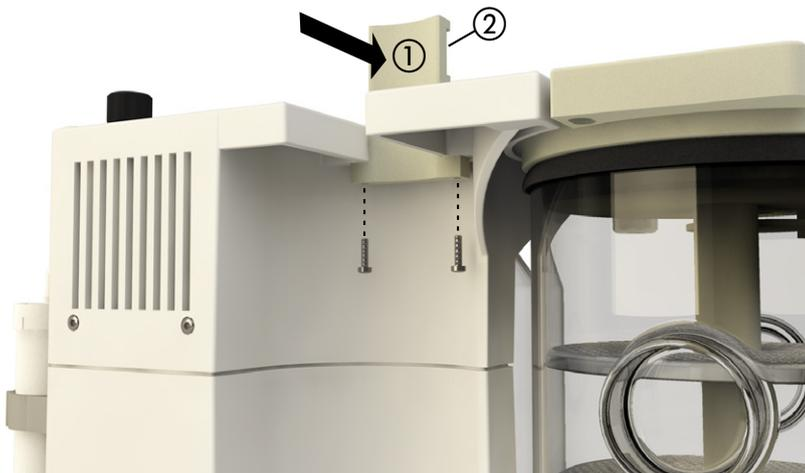

Fig. 5.5: Fijación de la placa portante
- Si la placa portante ① del refrigerador todavía no está instalada, deslícela en el armazón desde el lateral y fíjela con los dos tornillos desde abajo. La hendidura ② debe apuntar en dirección opuesta a la abertura del armazón (véase la Fig. 5.5).